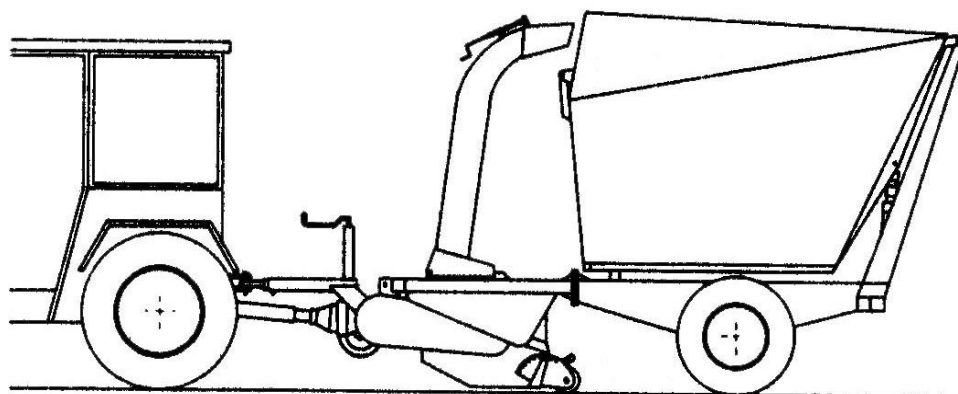

Fig. 9.
1. Længdetilpasning og udmåling af PTO-akslen foretages når maskinen er monteret i traktorens trækgauffel. (Fig. 9)